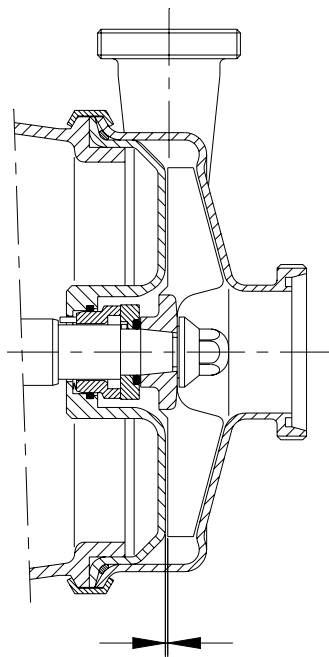

Рисунок 8.3: Зазор между рабочим колесом и крышкой.
- Наденьте рабочее колесо (02) на вал (05) до вращающейся части торцевого уплотнения (08).
- Установите фиксирующий ключ на вал (05), чтобы не допустить его проворачивания.
- Установите уплотнительное кольцо (80D) в паз в основании колпачковой гайки (45).
- Затяните гайку (45).
- Удостоверьтесь, что зазор между рабочим колесом и крышкой (03) остается 0,3 – 0,5 мм. (0,7 мм. тип S-70 и S-80), чтобы рабочее давление торцевого уплотнения было правильным. См. рисунок 8.3.